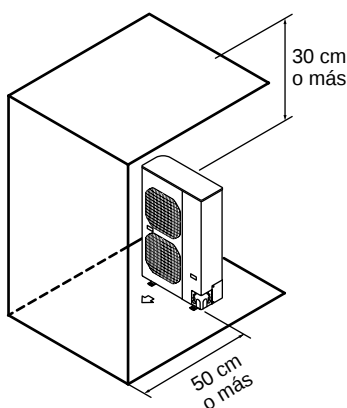

Fig. 2-7
- (3) Obstrucciones en el lado frontal y superior de la unidad (El lado izquierdo, derecho y trasero se abren). (Fig. 2-7)